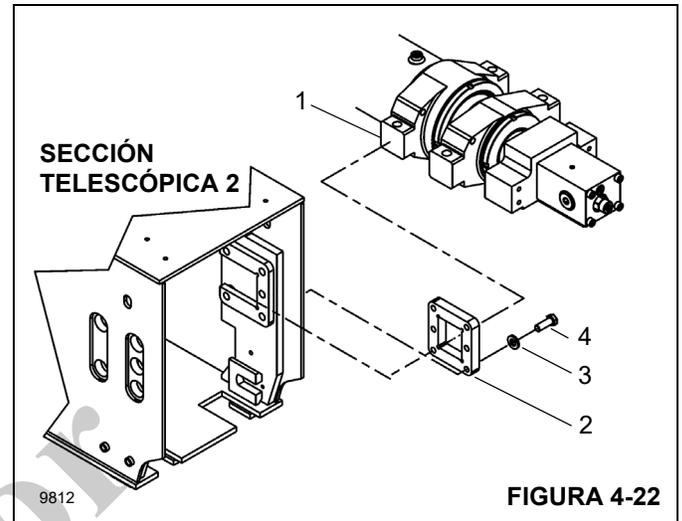

FIGURA 4-22
16. Instale muñones (2, Figura 4-22) sueltos en las bridas delanteras del cilindro telescópico (1). Apoye e instale el cilindro telescópico aproximadamente 3 m (10 pies) en la base de la sección telescópica 4 de la pluma. Puede ser necesario subir y bajar el extremo exterior del cilindro para insertarlo en la sección de la pluma. Empuje la sección telescópica 4 de la pluma completamente dentro de la sección telescópica 3 y eleve el cilindro telescópico hasta la parte superior de la sección telescópica 2 de la pluma.
24. Instale las guías (3) de rodillo de cable de retracción con los pernos (2) en la base de la sección telescópica 2 de la pluma.
25. Baje el cilindro telescópico, según sea necesario, para alinear los muñones (2, Figura 4-22) y los agujeros de montaje en los lados de la sección telescópica 2 de la pluma. Instale el cilindro telescópico la sección telescópica 2 utilizando pernos (4), arandelas (3) y muñones (2). (vea también 25, 26, 27 en la Figura 4-16).